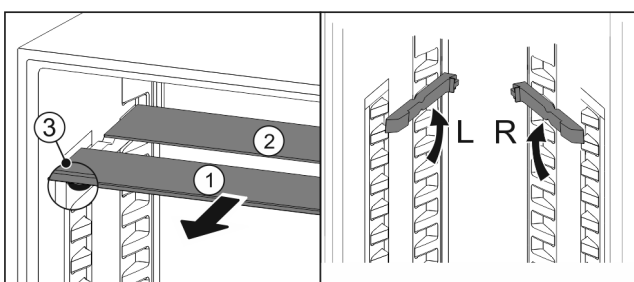

Fig. 61
- Trekk glassplatene enkeltvis fremover og ut Fig. 61 (1).
- ▷ Glassplate Fig. 61 (1) med pyntelist ligger foran.
- ▷ Stoppere Fig. 61 (3) peker nedover.